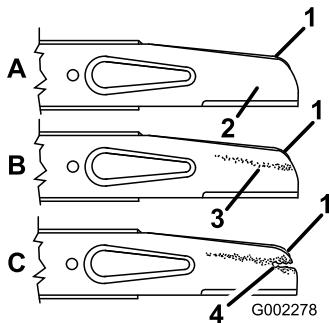

Figure 26
- Avec les doigts, appliquez de l'huile sur le joint du filtre à huile neuf (Figure 26).
2. Retirez les écrous, l'accélérateur et la lame (Figure 26).